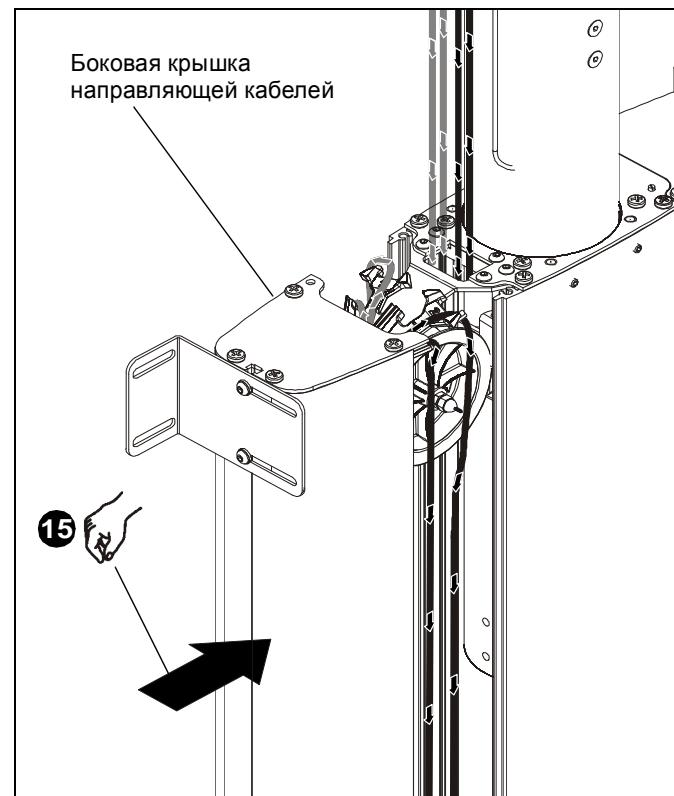

рис. 12
15. Плавно передвигайте боковую крышку направляющей кабелей по креплению СМ2 и соедините два отверстия в боковой крышке направляющей кабеля с двумя отверстиями в креплении СМ2. (см. рис. 12)